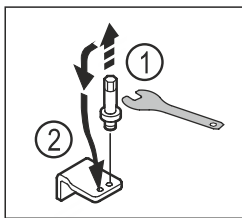

Fig. 17
- ▶ Відкрутіть болт нижнього опорного кронштейна за допомогою шестигранного ключа SW5. Fig. 17 (1)
- ▶ Вставте болт із протилежного боку. Fig. 17 (2)